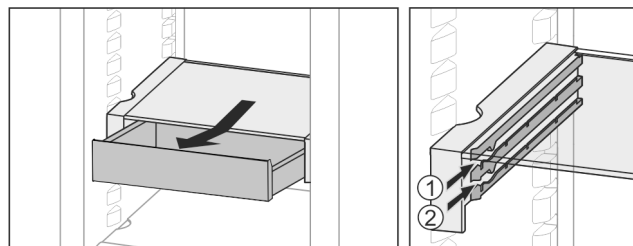

Fig. 24
- ▶ Introduceți la înălțimea dorită Fig. 24 (1) sau Fig. 24 (2).